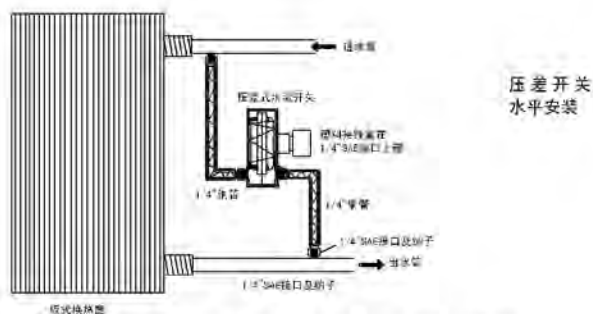

图 8 压差式流量开关安装示意图
- 4、将压差式流量开关垂直固定在安装支架上，使接线盒位于铜质壳体正上方，对于需要水平或倒置安装时，需要订货时声明，图 8 给出三种建议的安装方式。
- 7、整个安装过程参考图 8。